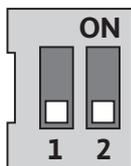

Fig. 35: DIP-switch
DIP switchene (Fig. 14, pos. 6/ Fig. 35) befinder sig under husdækslet.